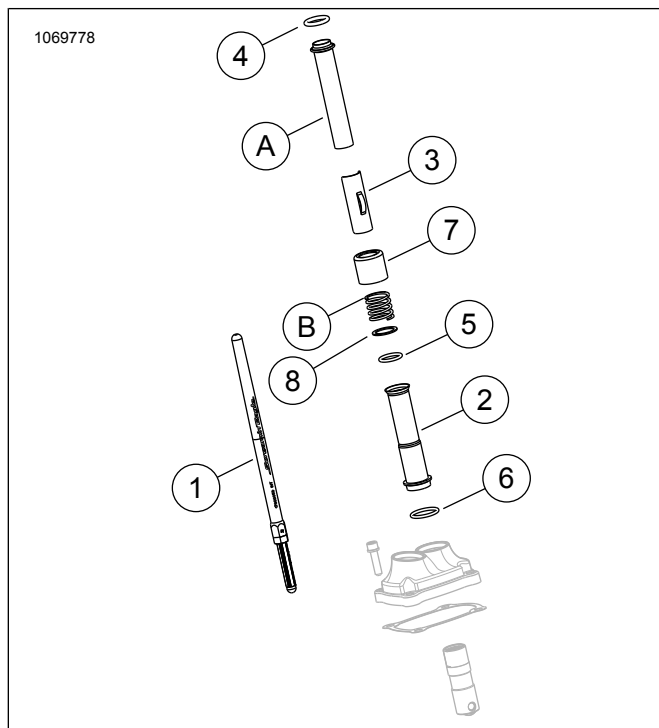
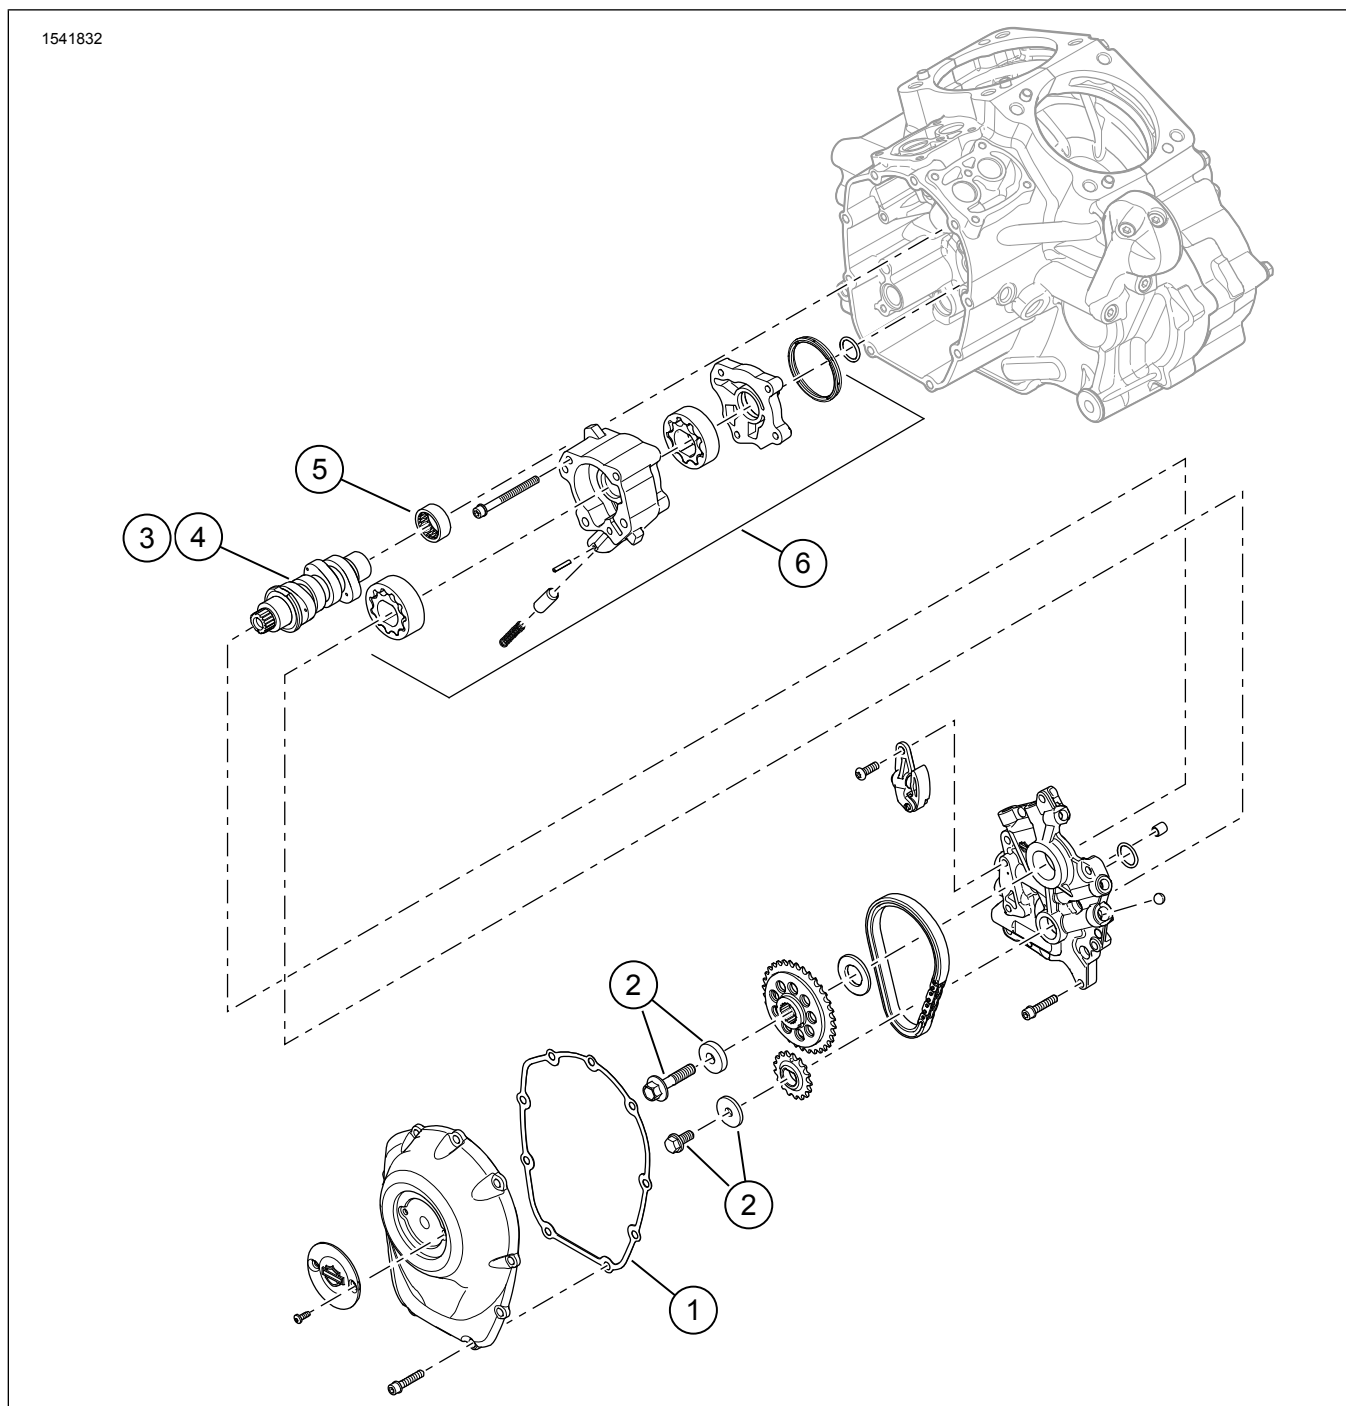

Рисунок 3. Запасные части:
Рисунок 4. Запасные части: Комплект модернизации повышения экологического класса до стандарта Stage 2 для Screamin' Eagle Milwaukee-eight
См. с Рисунок 3 по Рисунок 4 и с Таблица 2 по Таблица 3.
1. Рисунок 4 Установить масляный насос. См. главу ДВИГАТЕЛЬ руководства по техническому обслуживанию.